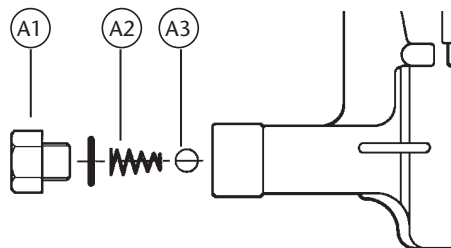

Рис. 2
- Отвинтить выходную гайку (А1), а затем извлечь пружину (А2) и шарик (А3) (рис. 2).